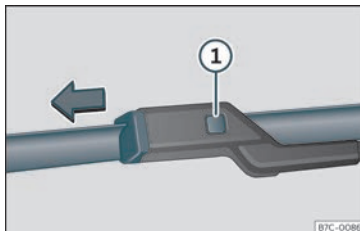

Fig. 41 Cambio das gomas do limpaparabrisas.
• Manteña premida a tecla de desbloqueo >>> **fig. 41** ① puxando levemente da goma no sentido da frecha.